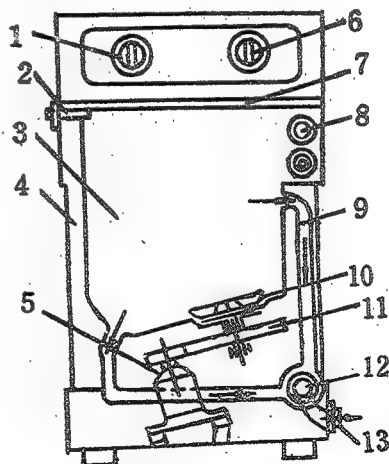

图 2
2. 普通波轮式：如图 2 所示，在洗涤桶下方有一个硬塑料制成的波轮，与水平面的倾斜角为 $10^{\circ} \sim 15^{\circ}$ ，转速一般 $300 \sim 700$ 转/分。